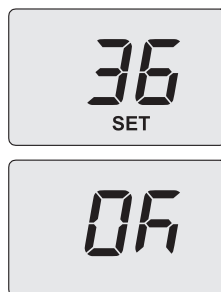

Рисунок 5.31
- За допомогою кнопок 12 або 13 (Рисунок 5.28) змініть значення параметра 10 від **00=0** с до **100=510** с (кожна одиниця збільшення або зменшення на дисплеї відповідає 5 секундам). Наприклад, **36=180** секунд. На дисплеї з'явиться повідомлення **SET** (налаштовано) (Рисунок 5.31).
- Натисніть кнопку 14 (Рисунок 5.28) для підтвердження введеного значення. На дисплеї протягом 3 секунд відображатиметься повідомлення **OK** (Рисунок 5.31), після чого з'явиться список параметрів.